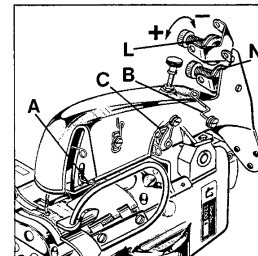

Fig.13
Set the needle thread take-up (A, Fig. 13) so that the needle thread contacts the hook (B) just when the needle thread loop leaves the looper point.
Stellen Sie den Nadelfadenzug (A, Fig. 13) so ein, daß der Nadelfaden den Haken (B) berührt, wenn die Nadelfadenschlinge die Greiferspitze verläßt.